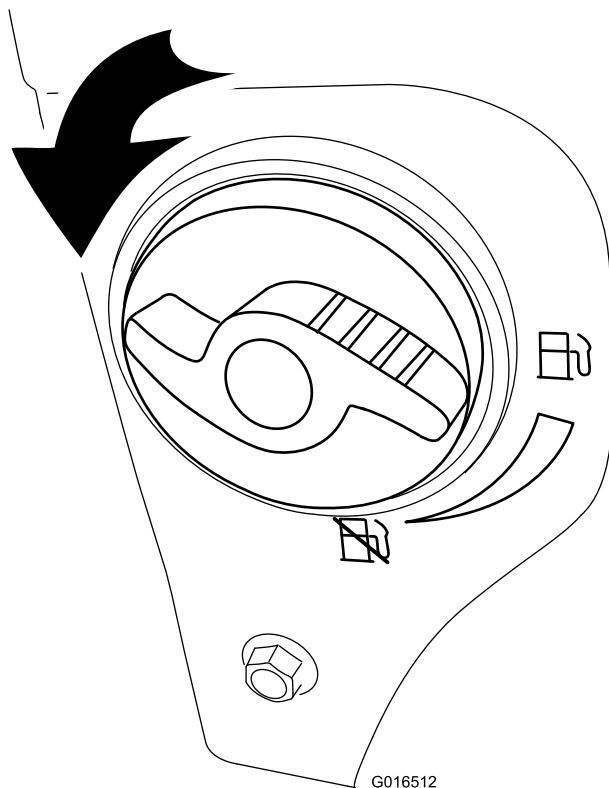

Figura 21
2. Girate la valvola d'intercettazione del carburante di 1/4 di giro in senso antiorario per aprirla (Figura 21).